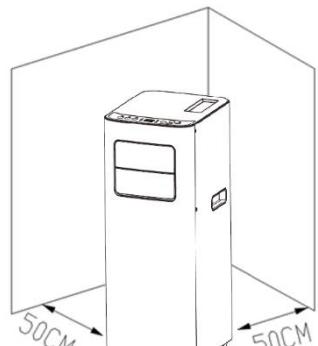

Fig. 1
- Veuillez monter l'appareil sur une surface plane à proximité d'une prise adaptée, mais à au moins 50cm des autres appareils (voir fig.1).